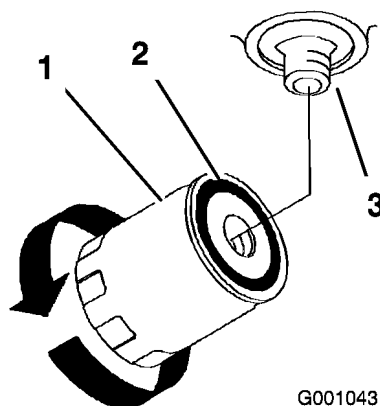

Figura 64
4. Spalmate un velo di fluido idraulico sulla guarnizione di gomma del filtro di ricambio (Figura 64).
6. Riempite il serbatoio con fluido idraulico finché il fluido non fuoriesce dal filtro, quindi girate il filtro in senso orario fin quando la guarnizione di gomma tocca l'adattatore del filtro; a questo punto serrate il filtro girandolo di un altro mezzo giro (Figura 64).